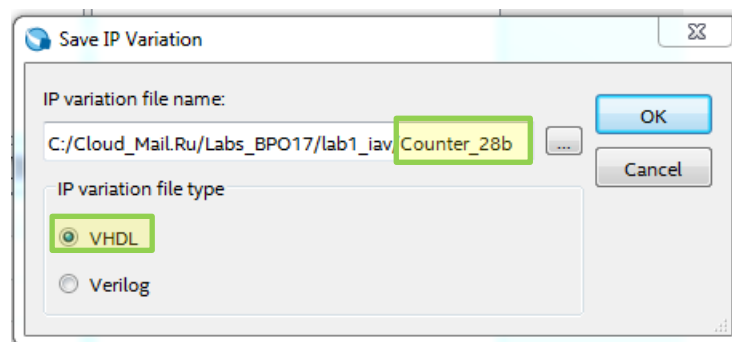

Рис. 17 Окно создания экземпляра выбранного компонента
4.2. В появившемся окне настройки задайте имя экземпляра выбранного компонента (Counter_28b) и укажите язык описания аппаратуры (VHDL), в коде которого он будет храниться в проекте (рис.17). Выполните «OK».